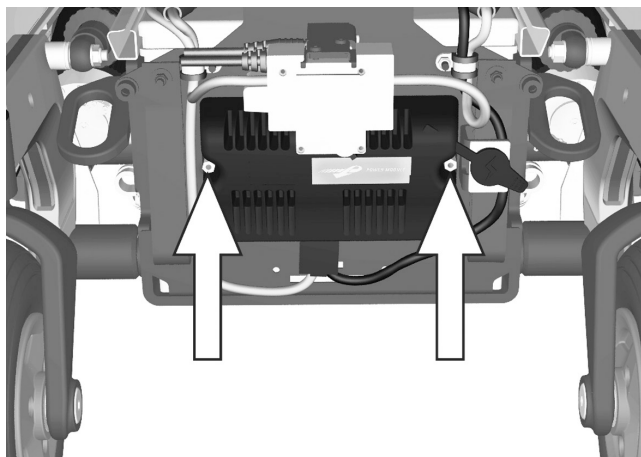

Abbildung 119. Die Endstufe ist mit zwei Muttern befestigt.
6. Endstufe abmontieren. Sie ist mit zwei Muttern befestigt. Siehe Abbildung. 119.
1. Endstufe wieder anmontieren. Sie ist mit zwei Muttern befestigt. Siehe Abbildung. 119.